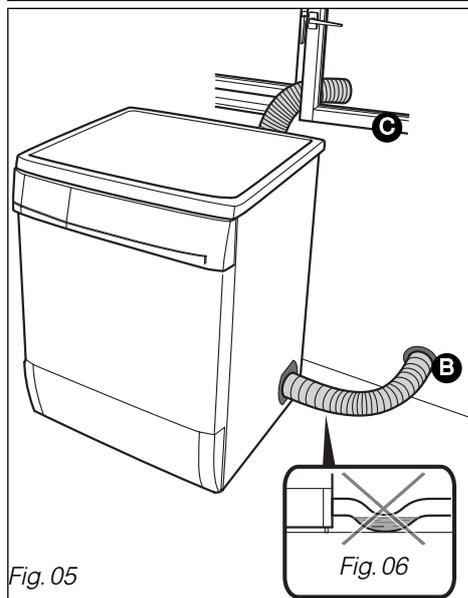

Fig. 05
- **Soit par un raccordement fixe dans le mur :** (Fig. 05) **B**
- (Fig. 05) **C**
- elle doit comporter le moins de coudes possible (2 au maximum) voir Fig. 05 page précédente.